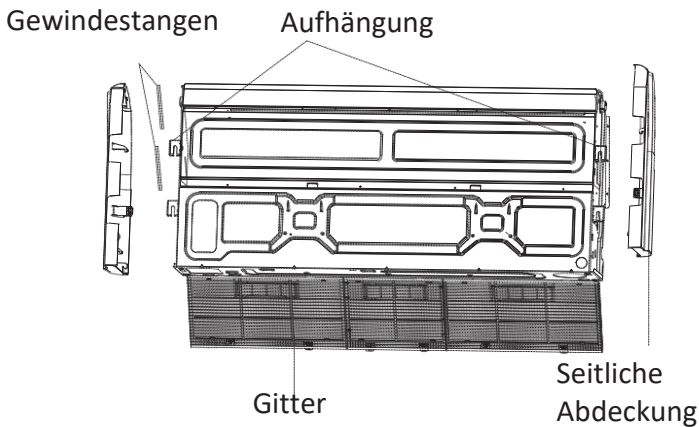

Abb. 4.10
9. Entfernen Sie die seitlichen Abdeckungen und das Gitter. (Siehe Abb. 4.10)